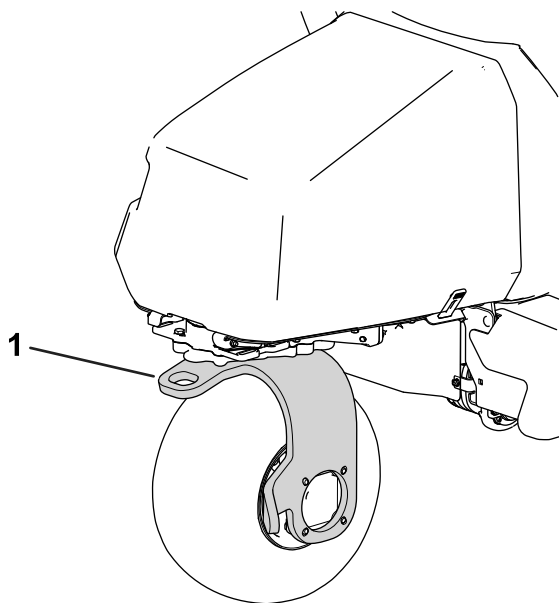

Bild 34
13. Verwenden Sie die hintere Laufradgabel zum Abschleppen der Maschine (Bild 34).